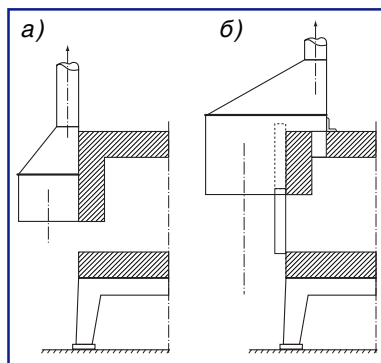

Рис. 1.
- Полуоткрытые отсосы (вытяжные шкафы, зонты, см. рис. 1.). Объемы воздуха определяются расчетом.